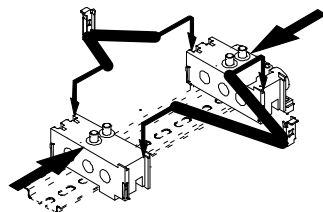

Fig. 6
2. На обеих сторонах задвиньте соединительную деталь [1] до полной фиксации на показанную рейку (→ Fig. 6).